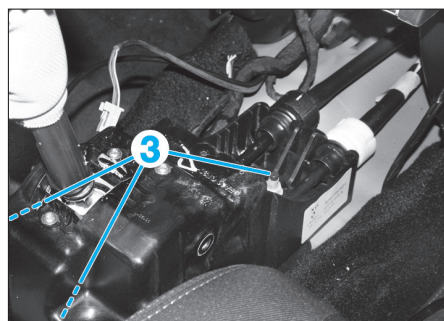

FIG. 9
- Déposer les vis (3) du boîtier de commande de vitesses (Fig.9).